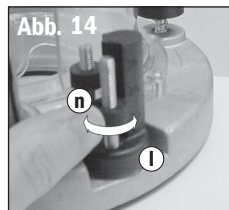

Abb. 14
2. Stellen Sie die den/die Zylinder mittels der Rändelringe auf die gewünschte Schnittiefe ein und orientieren Sie sich dabei an der Skala auf dem Zylinderstab. **Abb. 14**.